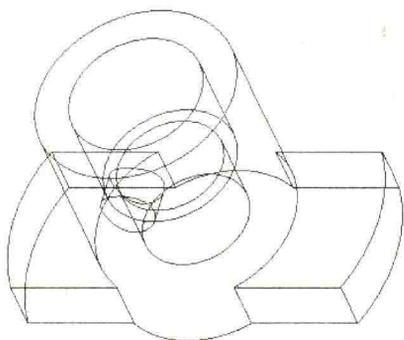

图 1-6 “线框”显示方式
- (1)  线框：使隐藏线显示为实线，如图 1-6 所示。